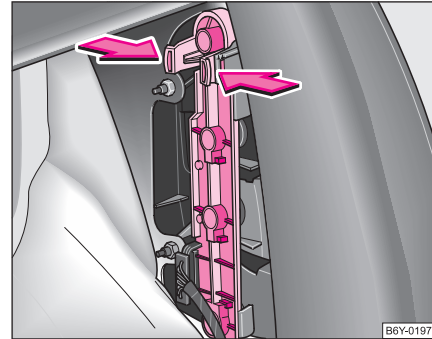

Abb. 183 Glühlampenträger ausbauen
- Befestigungsglaschen im oberen Teil des Glühlampenträgers in Pfeilrichtung drücken und Glühlampenträger herausnehmen ⇒ Abb. 183.